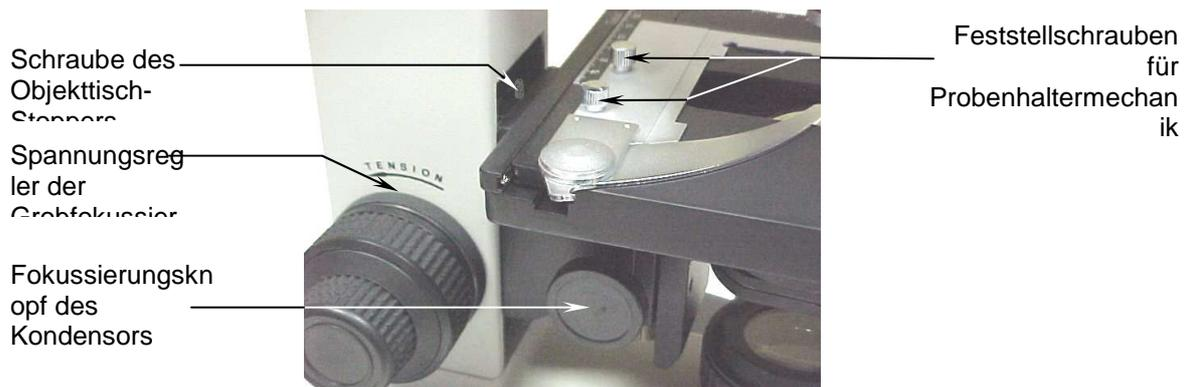

Abb. 1
- B. Objektträgermechanik (6): Drehen Sie den Grobfokussierknopf (16), bis sich der Objektisch (8) in der untersten Position befindet. Lösen Sie die Feststellschrauben (Abb. 1) der Objektträgermechanik. Platzieren Sie die Mechanik mit dem beweglichen Finger nach oben (4) auf dem Tisch, so dass die Löcher der Mechanik auf die Feststellschrauben ausgerichtet sind. Ziehen Sie die Feststellschrauben gut fest.
- C. Objektive (5): Stellen Sie sicher, dass der Revolver (3) gut positioniert ist: d.h., dass er nicht frei drehbar ist. Bei der Drehung muss ein "Klicken" zu hören sein, das zeigt, dass der Revolver eingerastet ist. Setzen Sie die Objektive, angefangen mit der kleinsten Vergrößerung (4 x), in die Öffnungen des Revolvers ein. Platzieren Sie dann die nächst größere Vergrößerung (10 x) in die Öffnung daneben ein und so weiter: das 40x Objektiv und schließlich das 100x Objektiv einsetzen.
- D. Aufsatz (12): Lösen Sie die Feststellrändelschraube am Aufsatz (14) und entfernen Sie die Schutzabdeckung von der Hülse, in die der Aufsatz eingesetzt wird. Setzen Sie den Aufsatz ein, bis er sich fest in dem Fuß befindet (15). Auch wenn der Aufsatz in jeder Position angebracht werden kann, empfehlen wir für eine komfortable Bedienung, die Okulartuben (13) auf dem Mikroskop nach vorn auszurichten. Ziehen Sie die Feststellrändelschraube wieder fest.
- E. Okulare (1): Entfernen Sie die Schutzabdeckungen von den Okulartuben (13). Setzen Sie die Okulare vorsichtig in die Tuben ein, ohne die Oberfläche der Linsen zu berühren.
- F. Filter: Platzieren Sie den Blaufilter auf der Beleuchtung (19). Stellen Sie sicher, dass der Filter gut positioniert ist.
1. Fokussieren Sie mit dem 10x Objektiv (5) auf eine Probe.
2. Schließen Sie die Leuchtfeldblende (11) durch Drehen des Rings an der Leuchte (19), bis sie im Gesichtsfeld erscheint.
3. Fokussieren Sie dann die Leuchtfeldblende, indem Sie den Kondensator (10) zum Regulieren der Fokussierung bewegen (Abb. 1). Benutzen Sie dazu nicht den Grob- (16) oder Feinfokussierknopf (17).